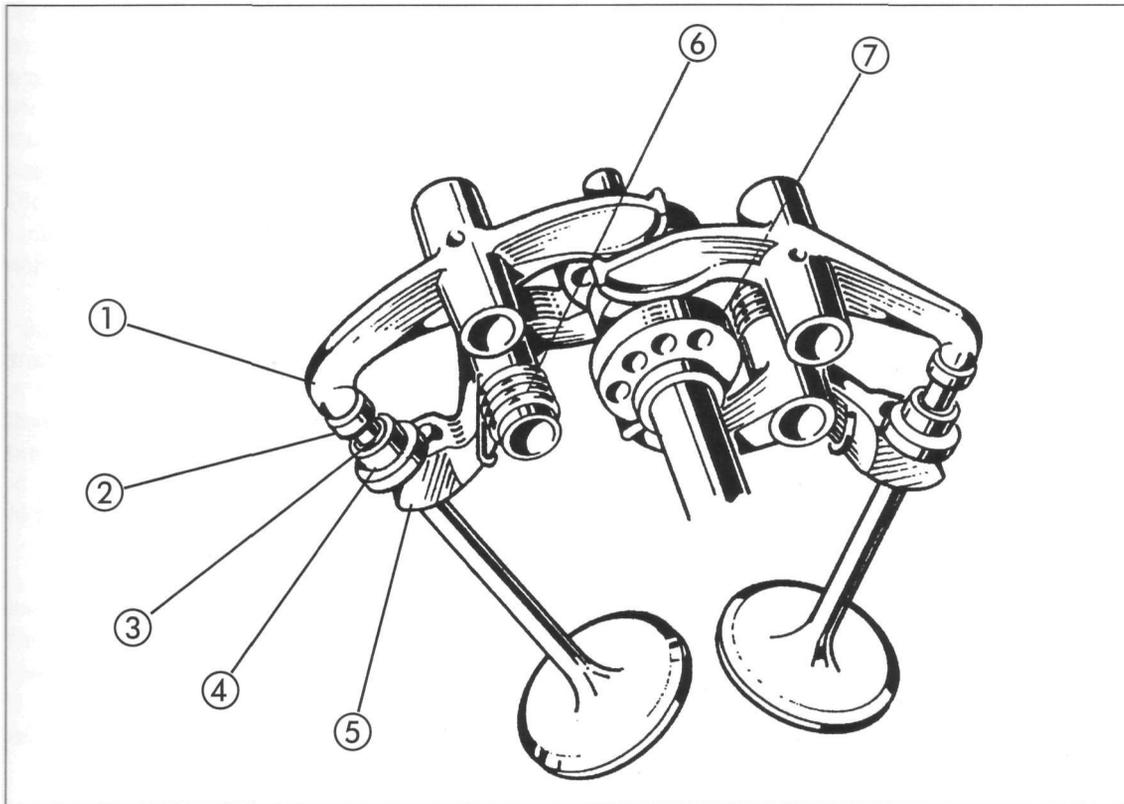

Bild 27
• **👁** Spiel zwischen gegabeltem Schliesser und Einstellhülse (Bild 27) erfüllen. Hülse darf praktisch kein messbares Spiel aufweisen und muss frei drehbar sein. Dabei von Hand oder mit dem passenden Schraubendreher gegen die Hilfsschliesserfeder drücken, um «Messergebnis» nicht zu verfälschen.
- Ventilschaft anheben und mit flacher Wäscheklammer (Eigenbau-Spezialwerkzeug) am Abtauchen in Brennraum hindern. Hülse nach unten drücken, damit Federhalbringe (3 Bild 27) freikommen und entnommen werden können. Hülse abziehen.
☞ Auf richtigen Sitz der Federhalbringe in Einstellhülse 1 Bild 27 achten.